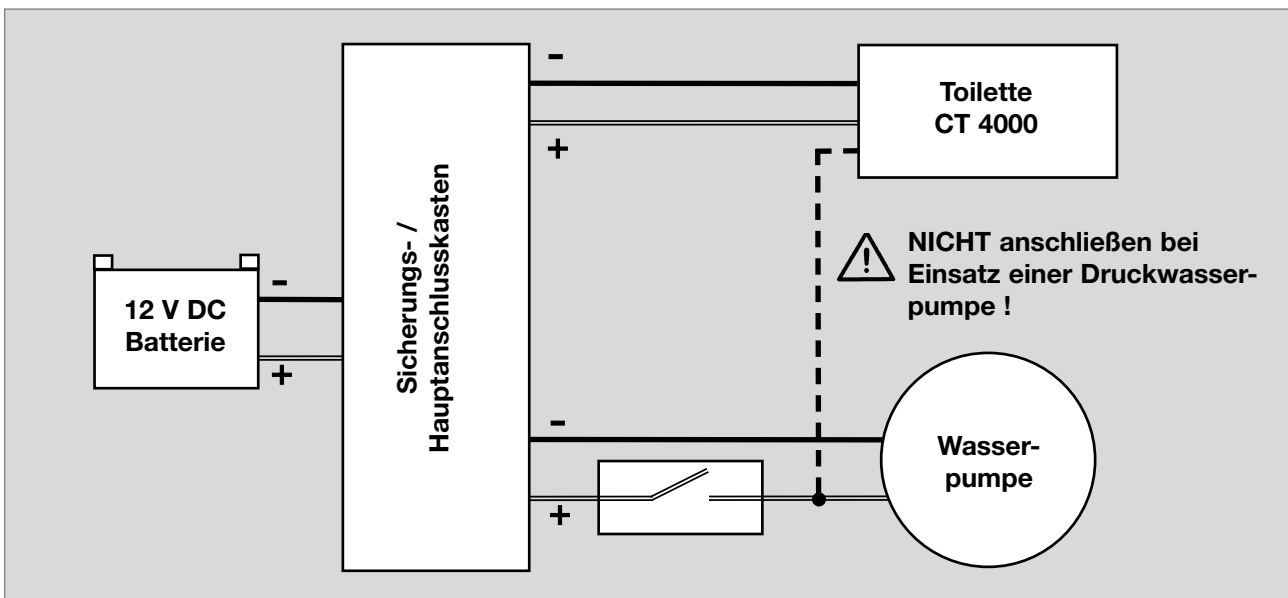

Abb. 30
- Schließen Sie die Toilette an eine eigene Spannungsversorgung über den Hauptanschlussblock des Fahrzeugs an (Abb. 30).